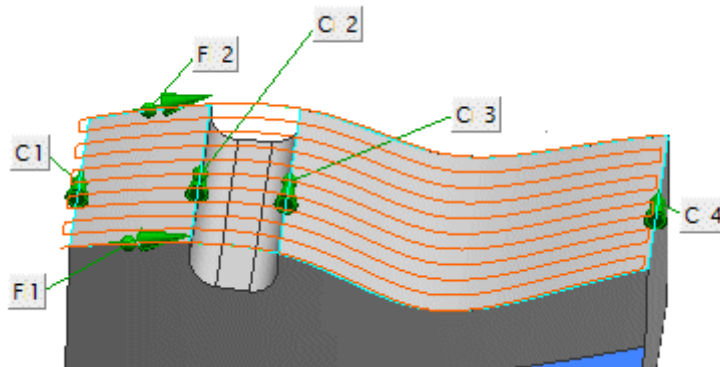

Рис. 1.41. Выбор рёбер детали для формирования обрабатываемого каркаса
- нет необходимости выбирать обрабатываемую геометрию – можно обработать только каркасное представление (см. рис. 1.41);